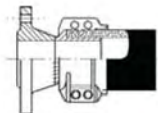

Рис. 1
- Рис. 1: Фланец PN 40, DIN 2635